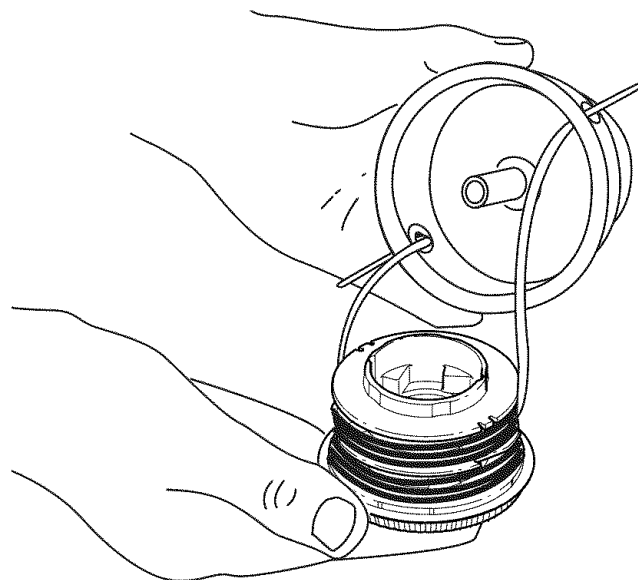

Fig. 24
1. Inserte los extremos de las dos líneas de corte dentro de los ojalillos del bastidor del carrete (Fig. 24), luego tome los extremos y tire con firmeza para soltar la línea de las ranuras de retención del carrete.